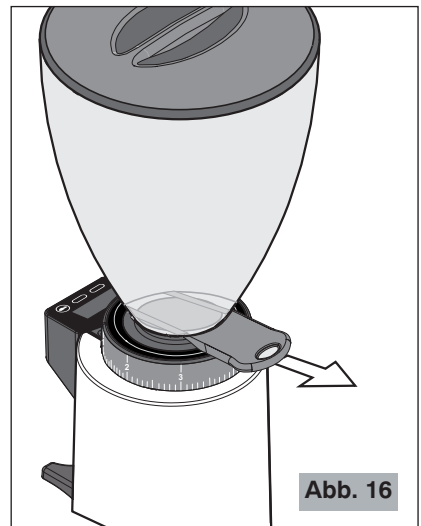

Abb. 16
- ⚠ Vergewissern Sie sich, dass der Kaffeebohnenbehälterverschluss des Kaffeebohnenbehälters vollständig bis zum Anschlag offen ist (letztes Einrasten) (siehe Abb. 16).